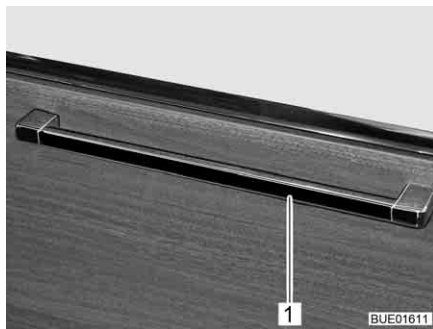

Bild 43 Skåplucka med låshandtag
- Tryck låshandtaget (Bild 43,1) uppåt, åt sidan eller nedåt, beroende på monteringsläge, och håll det nedtryckt.